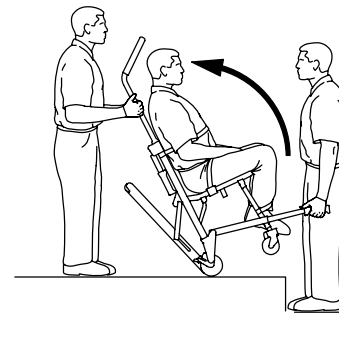

Afbeelding 7 – Loszetkabel bovenste bedieningshandgreep
3. Bediener hoofdeinde: Trek met de ene hand aan de rode bovenste loszetkabel (B) van de bedieningshandgreep (Afbeelding 7). Trek met de andere hand de handgreep omhoog tot hij volledig is uitgeschoven. Laat de kabel los en verzeker u ervan dat de handgreep aan beide kanten vergrendeld is in de volledig uitgeschoven stand.